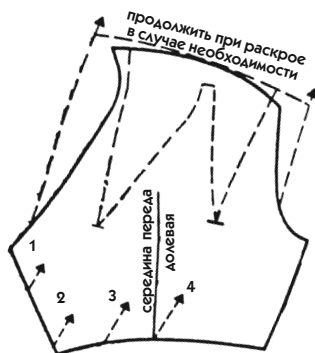

Рис. 574
3. Разрежьте лекало. Закройте вытачки и воспроизведите лекало на другом листе бумаги. Уравняйте от одного края до другого (сплошная линия на рис. 574)
- Если ширина лекала кажется вам недостаточной, сделайте расширение, как показано пунктирной линией на рис. 574.
Если драпировка продолжается шарфом, окружая шею, или закрепляется низко на спинке, достаточно продолжить линии, как указано на рис. 574.